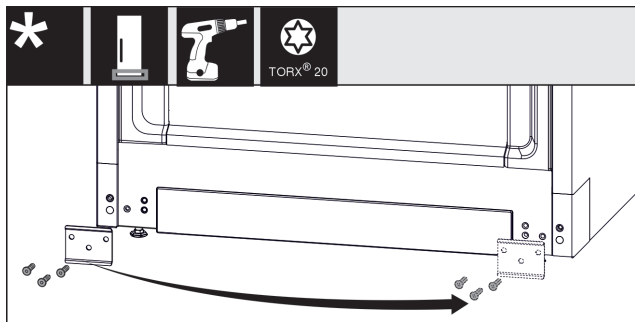

Fig. 18
- Kruvige plekk maha, paigutage teisele küljele ümber ja kruvige taas külge. Fig. 18 (1)